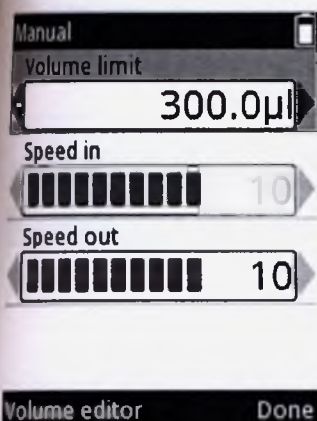

Рисунок D29.
2. Измените предельный объем, используя клавиши или **Volume editor (Редактор объема)** (Раздел D.1.2). Предельное значение объема – это максимальный объем, который может быть набран в наконечник. Предельный объем может быть установлен в диапазоне между минимальным и максимальным объемом для данной модели пипеточного дозатора (Рисунок D29).